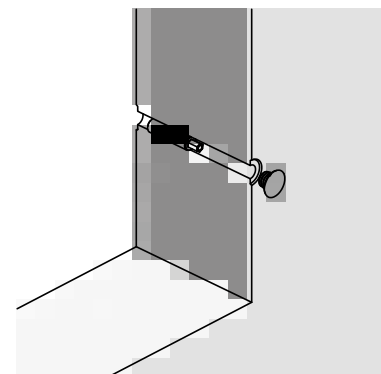

Abb. 79.4
4. Ankerlöcher verschließen (Abb. 79.4 und Seite XT-76).